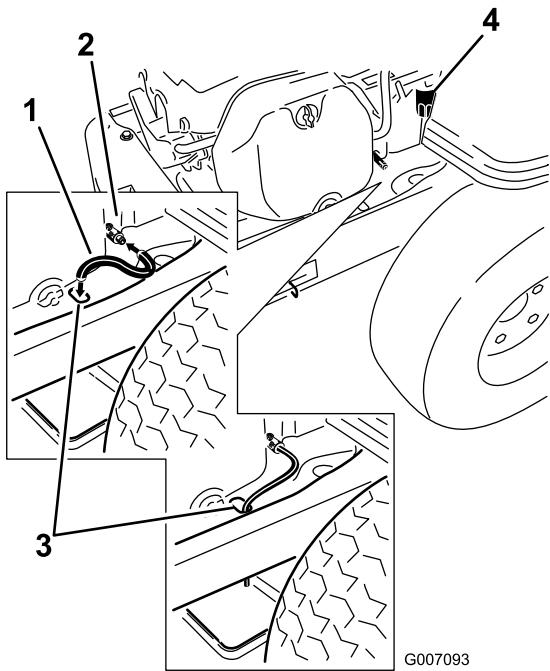

Bild 37
5. Finden Sie den Ölabblassschlauch und schieben Sie ihn über das Ablassventil (Bild 37).
6. Stecken Sie das andere Ende des Ölabblassschlauches über das Ende des Rahmens (Bild 37).